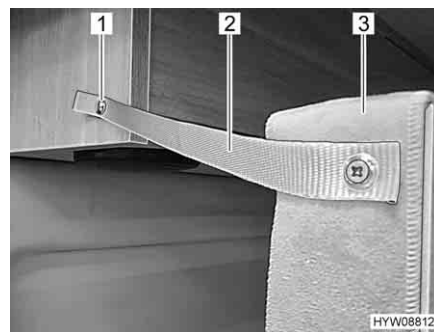

Fig. 28 Fusibile dietro
- Fissare il letto (Fig. 28,3) all'armadietto a tetto con la reggetta di sicurezza (Fig. 28,2) e il bottone a pressione (Fig. 28,1).
- Rilasciare il bottone a pressione (Fig. 28,1) sull'armadietto a tetto.